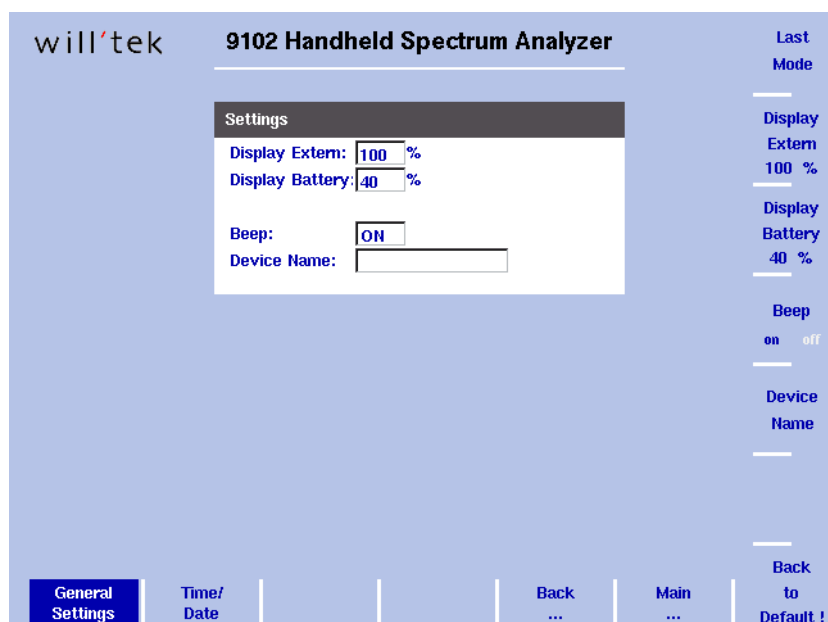

Figura 10 Menu General Settings (impostazioni generali)
- 2 Selezionare **System > Settings**. Compare la schermata general settings (impostazioni generali) (vedi Figura 10), che riporta l'impostazione di luminosità corrente in percentuale.